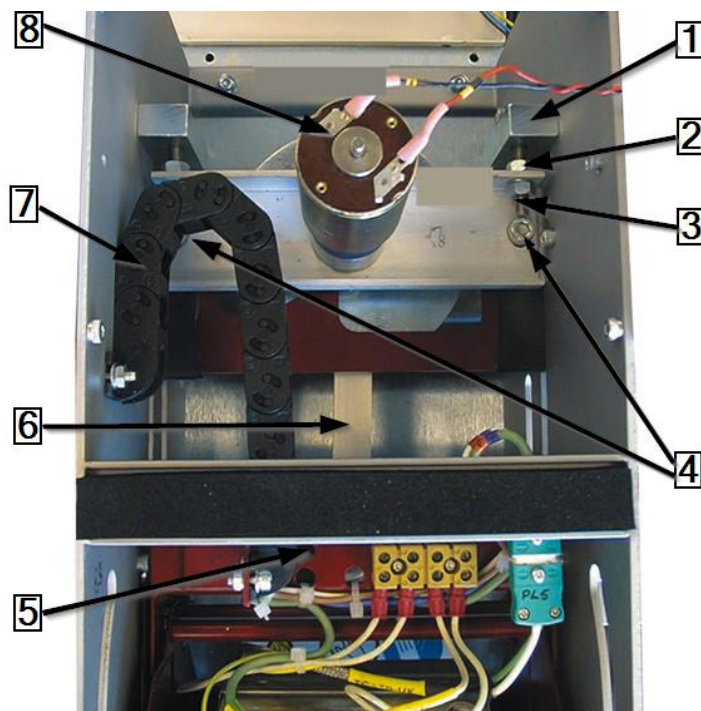

Abb. 77 : Ansamblu motor (vedere din față)
- Pentru următoarea descriere, consultați Abb. 77 : Ansamblu motor (vedere din față), pagina 110). Desfaceți contrapiulițele M6x40 (2) aflate pe șuruburile de poziționare (3) în blocurile lagărului motorului și înlăturați șuruburile de poziționare.
- Desfaceți cele 2 șuruburi de fixare (4) cu care este fixată placa de bază a ansamblului motor.
- Scoateți pivotul din spate al excentricului motorului (1) (vezi jos) din excentric.